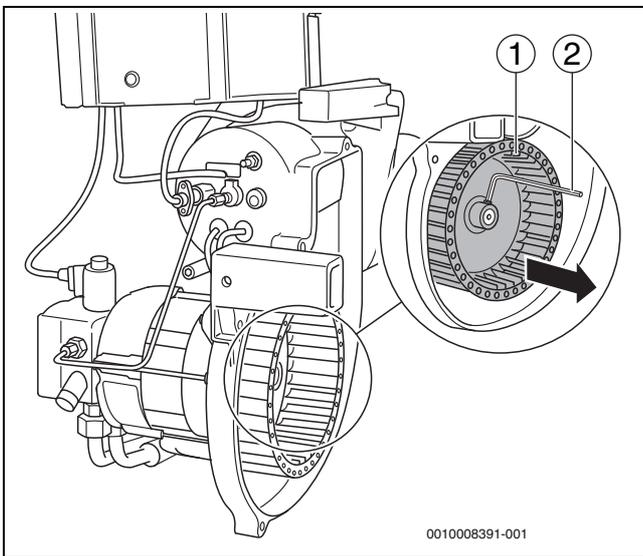

Bild 34 Gebälserad prüfen, gegebenenfalls reinigen
- ▶ Gebälserad (→ Bild 34, [1]) mit einem Innensechskantschlüssel (→ Bild 34, [2]) lösen und von der Welle ziehen.
- ▶ Gebälserad (→ Bild 34, [1]) wieder montieren.